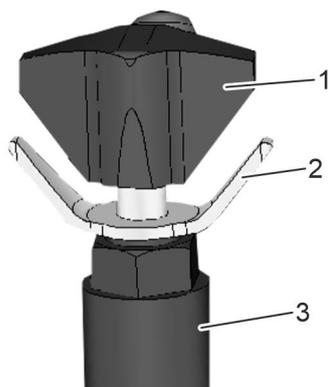

Рис. 28: Клапан регулировки давления
2. ➔ Отпустить фиксатор (Рис. 28/2). Для этого повернуть его против часовой стрелки.
3. ➔ Повернуть поворотный регулятор (Рис. 28/1) против часовой стрелки. Полностью открыть.